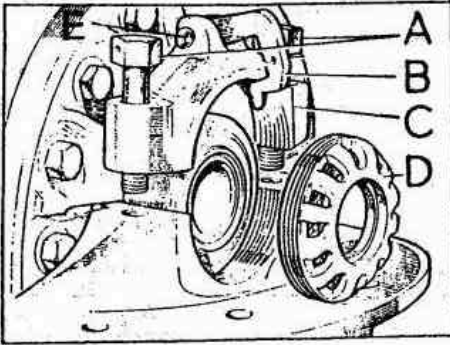

Fig. E -32 Tapas de los cojinetes y tuercas de ajuste
- 1.01. Extraer los pasadores elásticos, E (Fig. E -32) y desmontar las patillas fiadoras, B.